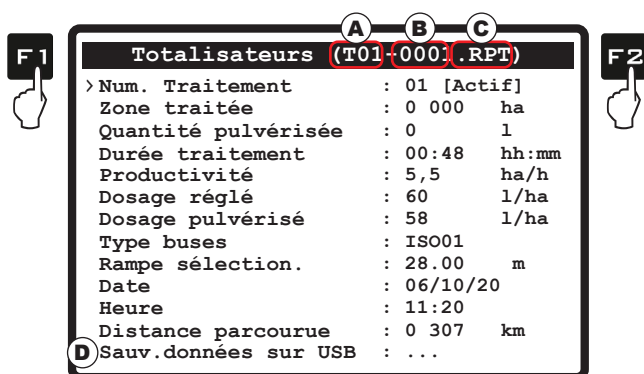

Fig. 66
- Il est possible de sauvegarder les rapports des totalisateurs sur clé USB, à l'aide de la fonction spéciale **Sauv. données sur USB** (Fig. 66).
- Sélectionnez la rubrique **Num. Traitement** (Fig. 66) et appuyez sur **CLR**.